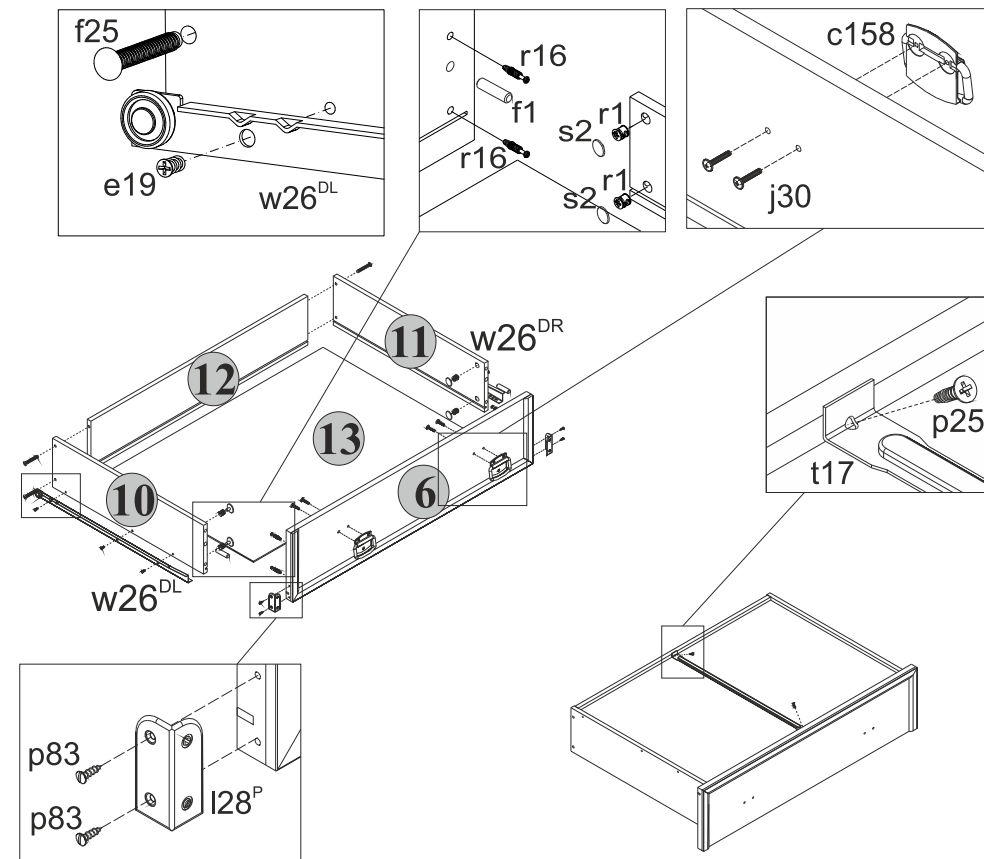

Рис. 1
5.15 В отверстия диаметром **8 мм** на передних кромках стенок боковых **10** и **11** корпусов выдвижных ящиков вбить деревянные шканты **f1 (см.рис.1)**.
5.16 В отверстия диаметром **15 мм** на внутренних поверхностях стенок боковых **10** и **11** корпусов выдвижных ящиков вставить стяжки эксцентриковые **r1 (см.рис.1)**.
5.17 В отверстия диаметром **5 мм** на внутренних поверхностях панелей передних **6** и **7** ящиков выдвижных с помощью крестообразной отвертки вкрутить винты стяжки **r16 (см.рис.1)**.